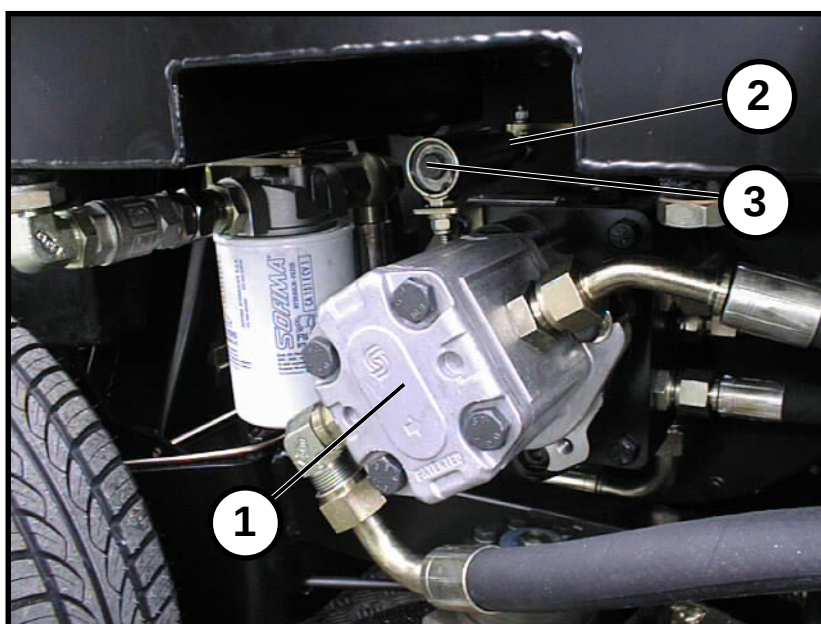

FIG. 19 REGLAGE DU SYSTEME DE TRACTION
Le déplacement de la balayeuse est assuré par un système hydrostatique de commande des roues avant, composé d'une pompe à débit variable 1 (FIG. 19) actionnée par un moteur à explosion et par deux moteurs hydrauliques.
- Débloquer le contre-écrou 2 (FIG. 19)
- Intervenir sur la vis 3 (FIG. 19) de réglage de la pression sur le ressort d'un côté à l'autre jusqu'à ce que soit trouvée la position centrale et que la balayeuse reste à l'arrêt.